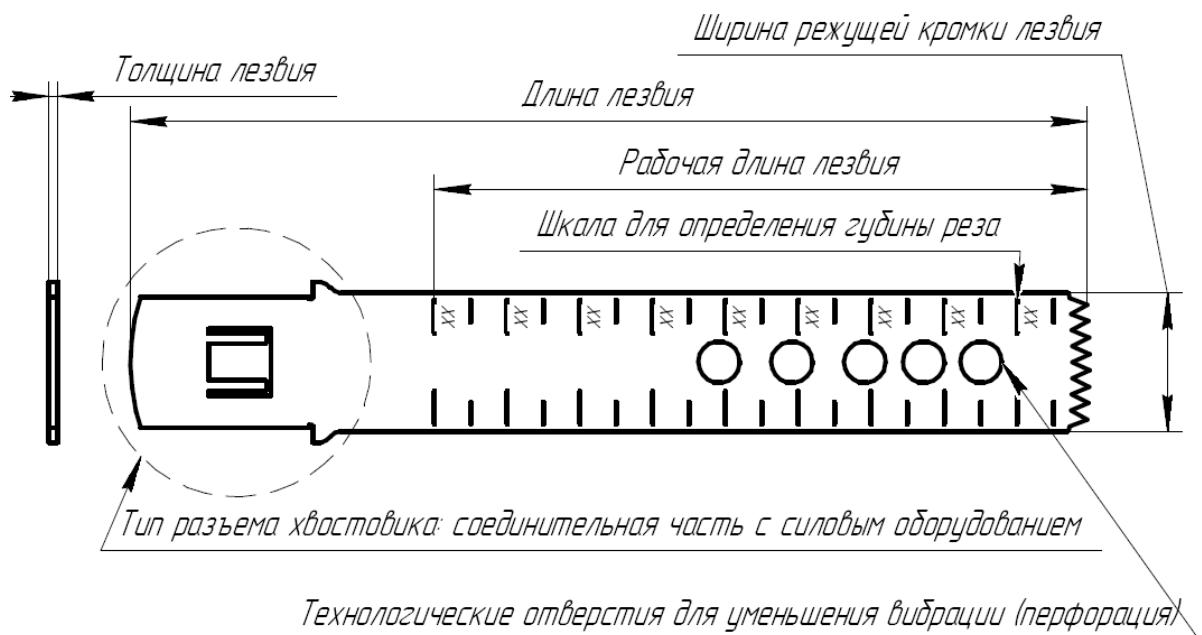

Рис.1. Эскиз лезвия с обозначением основных частей
(2) – указывает на рабочую длину лезвия: от 15,00 до 150,00 мм с шагом 1 мм для вида формы U, V, G; от 5,00 до 150,00 мм с шагом 1 мм для вида формы D, F (см. Рис. 1 – 6);
- (3) – указывает на ширину режущей кромки лезвия: от 16,00 до 80,00 мм с шагом 0,1 мм для вида формы U, V, G; от 4,00 до 25,00 мм с шагом 0,1 мм для вида формы D; от 4,00 до 80,00 мм с шагом 0,1 мм для вида формы F (см. Рис. 1 – 6);
- (4) – указывает на толщину лезвия от 0,30 до 1,60 мм с шагом 0,01 мм (см. Рис. 1 – 6);